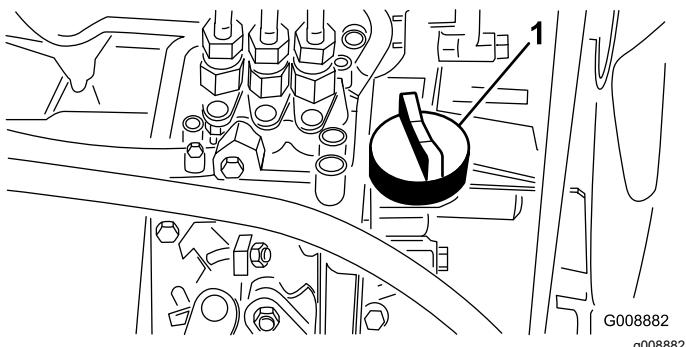

Figura 29
- Se l'olio è insufficiente, togliete il tappo di rifornimento (Figura 29) e aggiungete lentamente piccole quantità di olio, controllando spesso il livello, finché non raggiunge il segno di pieno sull'asta.